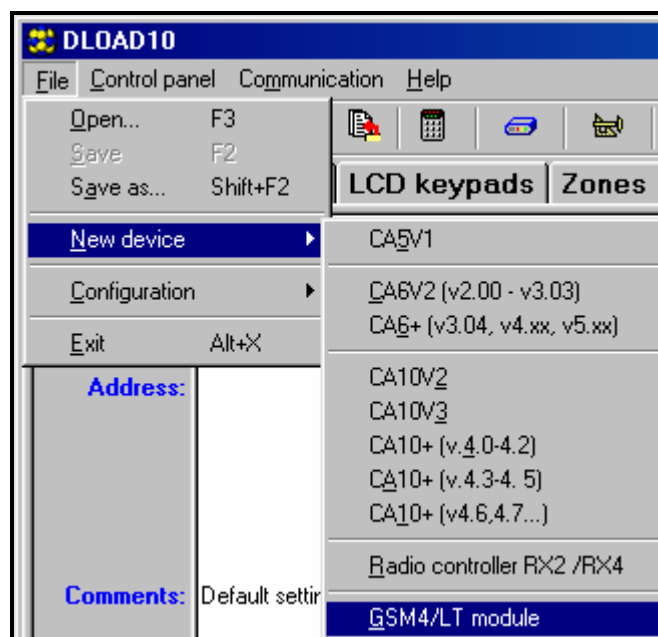

Рисунок 8.
1. Открыть окно с данными модуля, выбирая из меню программы **Файл→Новый→Модуль GSM 4/LT** (см. рисунок 8).